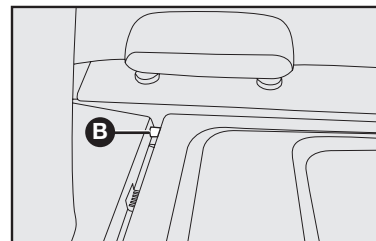

fig. 97
2) Suelte los pernos **B-fig. 97** de la repisa trasera de sus propios alojamientos y luego quítela.